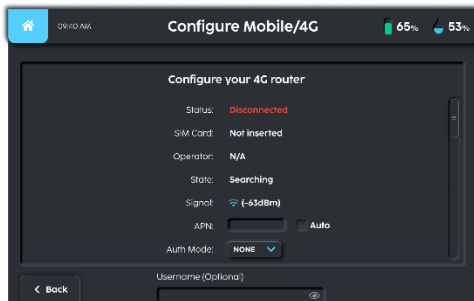

Fig 8
1. De exploitant kan de mobiele/4G-instellingen configureren (Fig. 8)